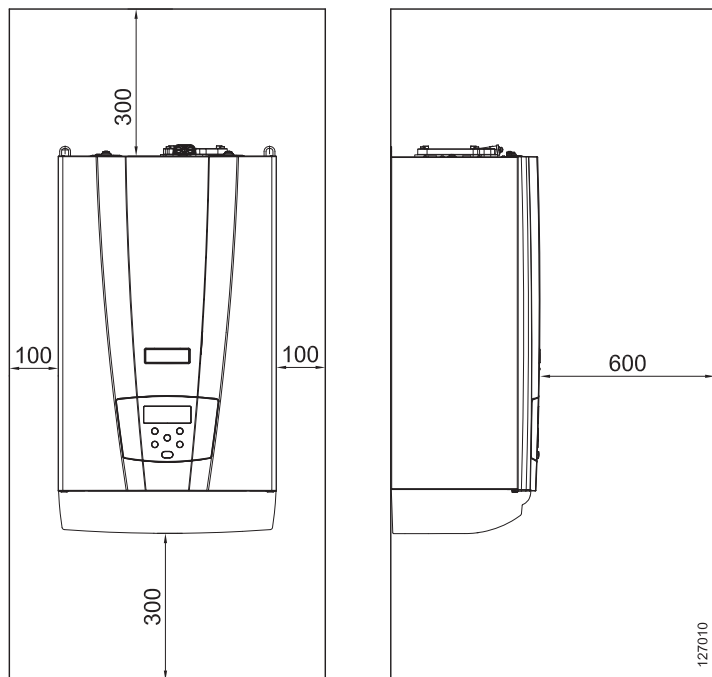

Figura 5-1 - Distanze minime di rispetto
- ☞ Verificare la figura 5-1 per quanto concerne le distanze minime di rispetto per l'installazione e la futura manutenzione.
Sia per l'installazione che per la manutenzione, è necessario lasciare degli spazi liberi attorno all'apparecchio come illustrato nella figura 5-1.